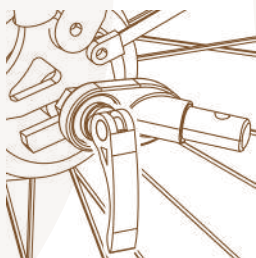

Figura 10
1. Eje de liberación rápida: Retire el eje de liberación rápida del lado izquierdo del eje trasero de la bicicleta. Instale el enganche entre la liberación rápida y el cuadro de la bicicleta. El enganche puede permanecer en la bicicleta cuando se retira el remolque (Figura 10).